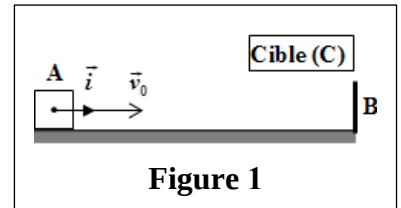

Figure 1
Dans un jeu de lancement sur un rail AB rectiligne horizontal, un solide (S_0) de masse m_0 et de centre d'inertie G est lancé à partir d'une position A avec une vitesse initiale $\vec{v}_0$ horizontale pour atteindre une cible (C) qui se trouve en B à la distance $d = AB$ (Figure 1).